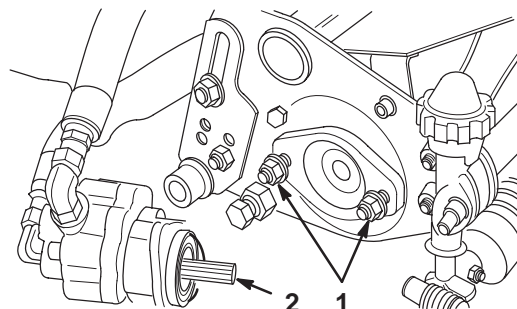

Bild 9
3. Bringen Sie die Befestigungsmuttern der Spindeltriebsmotoren an jedem Schneidwerk an. Lassen Sie ungefähr 13 mm Gewinde an jedem Befestigungsbolzen sichtbar (Bild 9).
- Entfernen Sie die Schutzkappen von den Schneidwerken und den Spindelmotorantriebswellen. Fetten Sie die Keilwelle des Motors mit frischem Fett ein und bringen den Motor durch Drehen im Uhrzeigersinn an, so dass die Motorflansche von den Bolzen entfernt sind. Drehen Sie dann den Motor entgegen dem Uhrzeigersinn, bis die Flansche die Bolzen umhüllen. Ziehen Sie jetzt die Befestigungsmuttern fest (Bild 9).